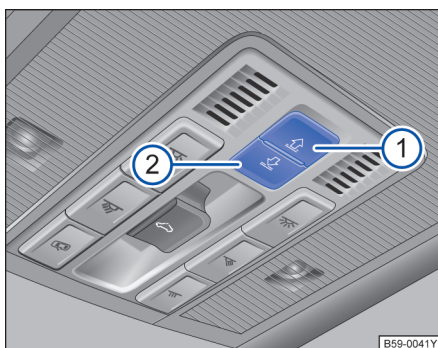

图 75 在顶篷中：遮阳卷帘的按钮。
按钮→图 75 ① 和 ② 设有 2 挡位置。1 挡位置：可完全或部分打开或关闭遮阳卷帘。
| 功能             | 操作方法→图 75                            |